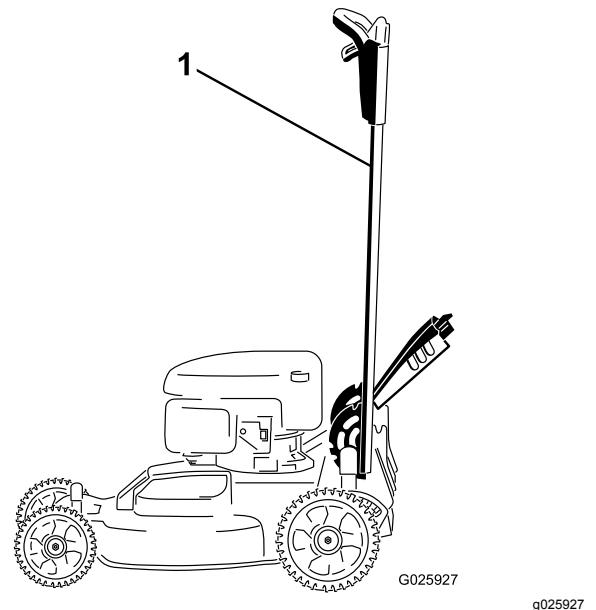

Figure 31
- Verrouillez le guidon en position verticale (Figure 31); voir Réglage de la hauteur du guidon \(page 11\).